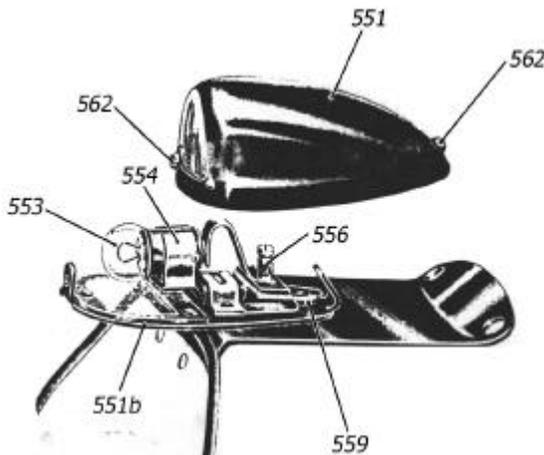

Bild 15. Nummerlaterne JN7K1, geöffnet
b) Nummerlaterne JN7K1 (Bild 15)
Das Befestigen des Kabels und das Auswechseln der Glühlampe geschieht in gleicher Weise wie bei der Nummernlaterne JN7K1 (Bild 15).